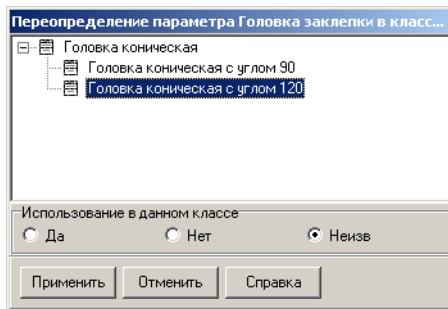

Рис. 4.135.
4. Дважды щелкните левой клавишей мыши по атрибуту *Головка заклепки*. Откроется окно переопределения параметра, в котором показан список допустимых типов атрибута (рис. 4.135).